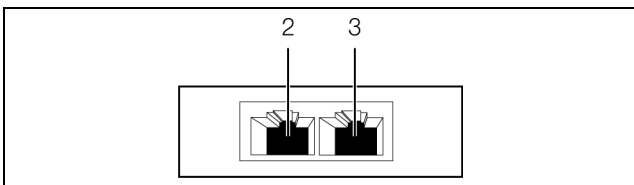

Abb. 10: Rückseite des Temperatur-/Feuchtesensors
- Schließen Sie ggf. an der zweiten, freien CAN-Bus-Schnittstelle des Temperatur-/Feuchtesensors (Abb. 10, Pos. 3) eine weitere Komponente an (z. B. einen anderen Sensortyp).